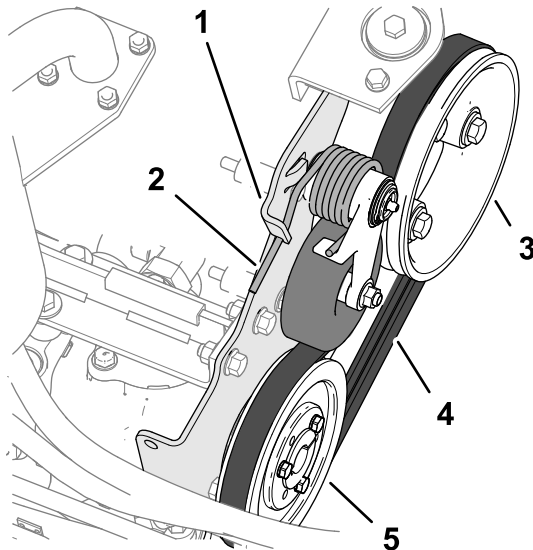

Figure 79
2. Appuyez sur l'extrémité du ressort de tension de la courroie pour la sortir du cran dans la patte du support de pompe, puis tirez l'extrémité du ressort vers l'avant (Figure 79).